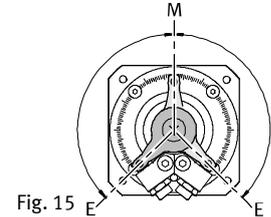

Fig. 15
5. Verwenden Sie vorzugsweise symmetrische Winklereinstellungen bezogen auf die Symmetrielinie M des DSM (Fig. 15). Diese bewirken einen gleichmäßigeren Bewegungsablauf zwischen Rechts- und Linksschwenk.